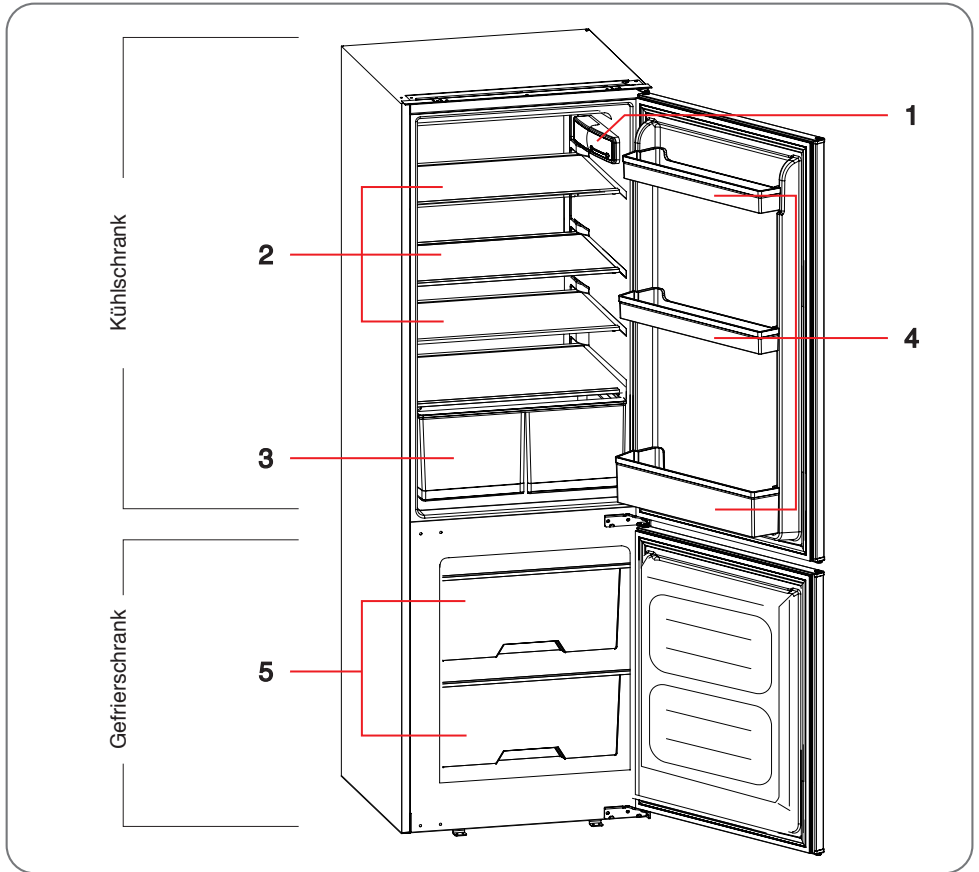

Abb. 4.1
- Das Bedienfeld für die Temperaturregelung befindet sich im mittleren Bereich im Inneren des Geräts (1, Abb.4.1).
- Zum Einschalten des Geräts halten Sie die Taste „Power“ (A) 3 Sekunden lang gedrückt. Die Anzeige leuchtet auf, wenn das Gerät eingeschaltet ist.
- Drücken Sie die Taste „Adjust“ (B), um die Temperatur im Innenraum einzustellen, die Zahl auf dem Display beginnt zu blinken. Wenn Sie die Taste loslassen, blinkt die Zahl weiter; nach 5 Sekunden hört das Blinken auf und die gewählte Temperatur wird automatisch bestätigt. Wiederholen Sie den Vorgang, bis die gewünschte Stufe erreicht ist. Der Temperaturregelungsbereich reicht von „1“ bis „5“ (C).
- Zum Ausschalten des Geräts halten Sie die Taste „Power“ (A) 3 Sekunden lang gedrückt. Die Anzeige erlischt und anschließend werden der Kühlschrank und die Innenbeleuchtung ausgeschaltet.